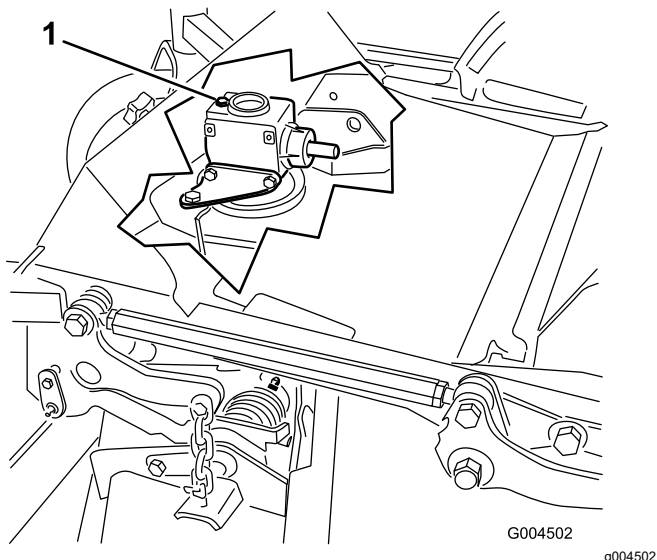

Рисунок 31
6. Снимите масломерный щуп и пробку заливной горловины в верхней части редуктора и убедитесь, что уровень масла находится между отметками на щупе (Рисунок 31).
6. Извлеките щуп или снимите пробку заливной горловины в верхней части редуктора (Рисунок 31).